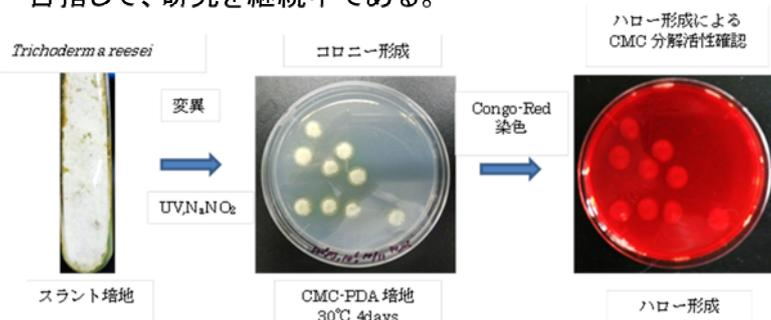

図1 *T. reesei* 変異処理によるセルラーゼ産生株の獲得
- UV照射や亜硝酸浸漬及びその組み合わせによる変異処理をした菌体培養液を希釈培養し、変異株を取得した(図1)。各種の変異処理をした菌株は野生株と同等の粗酵素(主にセルラーゼ)産生能を示した。各種の変異株培養によって得られるセルラーゼの糖化能を調べるため、 $\alpha$ -セルロースを基質として30°Cで1時間、酵素による糖化を行い、産生セルラーゼの糖化比活性を求めた(図2)。